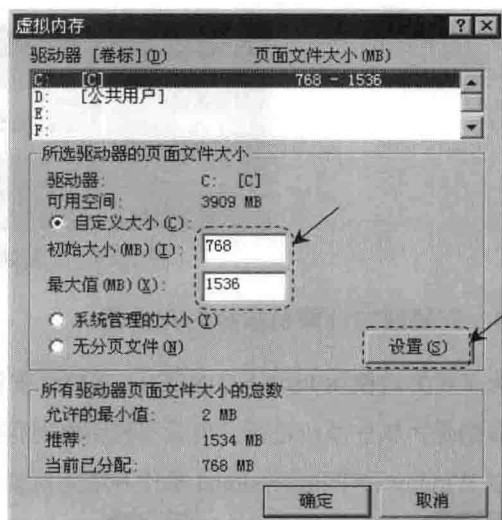

图 1.2.7 “虚拟内存”对话框
步骤 05 系统弹出图 1.2.7 所示的“虚拟内存”对话框, 可在 **初始大小(MB) (I):** 文本框中输入虚拟内存的最小值, 在 **最大值(MB) (M):** 文本框中输入虚拟内存的最大值。